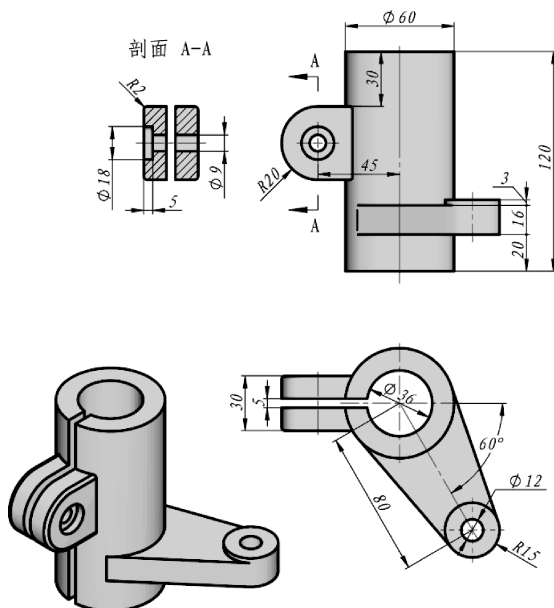

图 3-132 零件模型 1
(1) 参照图 3-132 构建零件模型，零件体积为 \_\_\_\_\_ mm3?